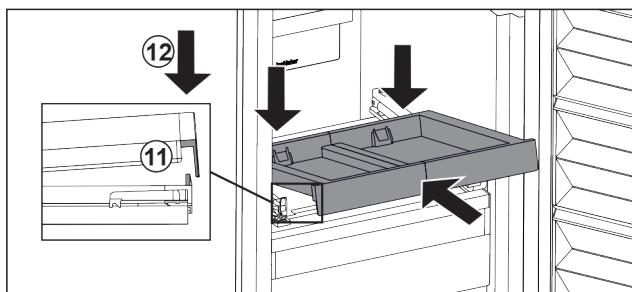

Fig. 22
- Šikmo zasuňte. Dbejte, aby byl na obou stranách doraz za západkou. Fig. 22 (11)
- Usaďte vpředu vysouvací přihrádku. Fig. 22 (12)